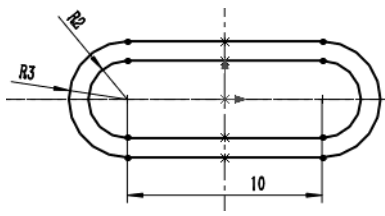

图 8.8 添加尺寸约束
选择下拉菜单  工具(T) →  标注尺寸(S) →  智能尺寸(S) 命令，完成添加后如图 8.8 所示。